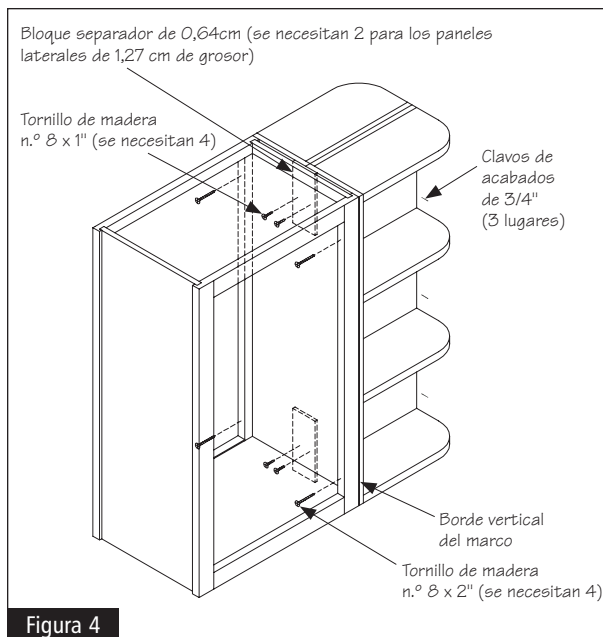

Figura 4
**2** Use una broca para taladro de 3/32" de diámetro para avellanar dos orificios guía a través de cada bloque separador (sólo para los paneles laterales de 1,27 cm de grosor) y panel lateral del gabinete adyacente. Ubique los orificios guía aproximadamente en el centro de los bloques separadores (sólo para los paneles laterales de 1,27 cm de grosor). Vea la figura 4.
**3** Usando una broca de 5/32" de diámetro, perfore y avellane dos agujeros guía a través de la parte posterior y frontal de los bordes verticales del marco del gabinete en península adyacente. Debe centrar los agujeros en el borde interior de del borde vertical del marco del frente hacia atrás, además de que debe haber de dos a tres pulgadas de distancia entre su parte inferior y su parte superior. Vea la figura 4.
**4** Junte y fije los SEWs con tres clavos de acabados de 3/4". Coloque las unidades SEW en el lugar deseado. Le recomendamos usar abrazaderas de madera para fijar la unidad en el lugar deseado hasta que la asegure. Fije las unidades con cuatro tornillos de madera n.º 8 x 1" a través de los agujeros guía que perforó en los espaciadores en el paso 2; luego ponga los cuatro tornillos de madera n.º 8 x 2" a través de los agujeros guía que perforó en el borde vertical del marco en el paso 3. Vea la figura 4.